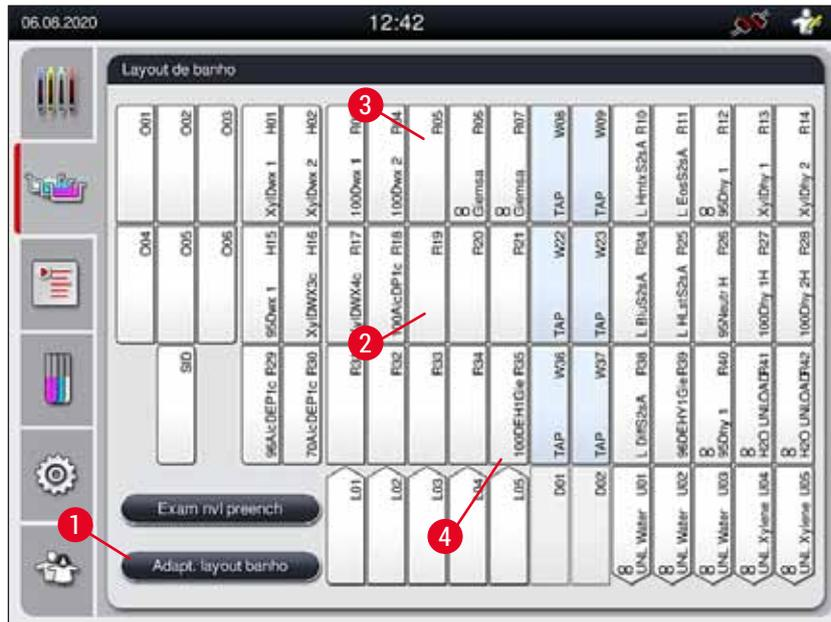

Fig. 61
- Na visualização do layout de banho (→ "Fig. 61"), pressione o botão **Adapt. layout banho** (→ "Fig. 61-1").
1. Para mover as estações de reagentes, selecione-as individualmente no layout de banho (→ "Fig. 61") tocando na tela e depois em uma posição disponível na área de transferência (→ "Fig. 64-1").